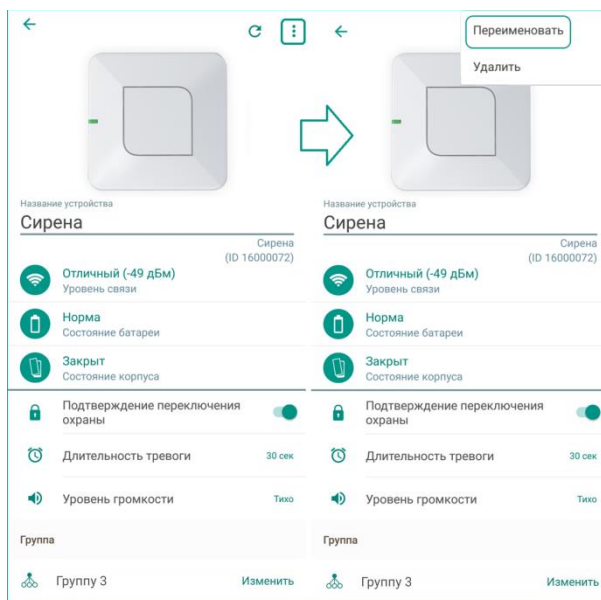

Рисунок 12.3 – Вызов меню на экране настройки сирены
- 3) В меню выберите пункт *Переименовать* (см. рисунок 12.3).